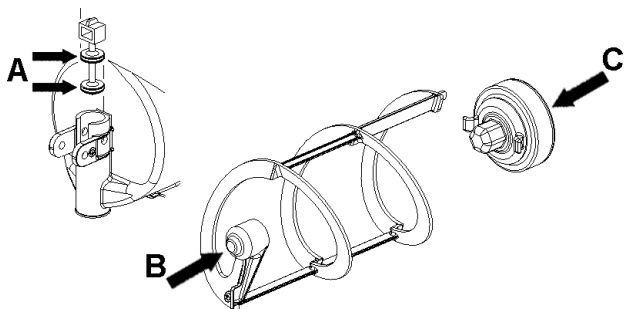

figura 13
- 2 Lubrificare il pistone rubinetto, il raschiatore esterno e il rotore magnetico esterno (nei punti A, B e C indicati in figura 13) utilizzando esclusivamente il grasso fornito dal fabbricante o altro **grasso per uso alimentare**.